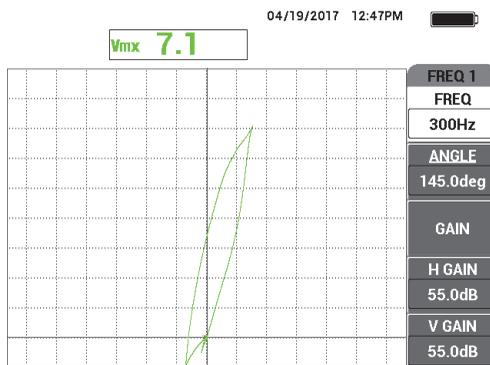

Рис. 5-235 Сигнал от участка утонения 60 %
- Медленно просканируйте участок утонения 60 %, используя педаль ERASE для очистки экрана. При отображении сигнала от дефекта на экране NORTEC 600 нажмите клавишу FREEZE (❄) [см. Рис. 5-235 на стр. 309].